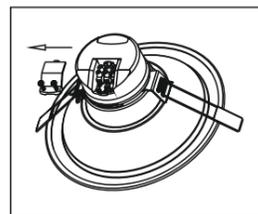

Рис. 2
- 7.3. При помощи отвертки снимите крышку драйвера (Рис.2).